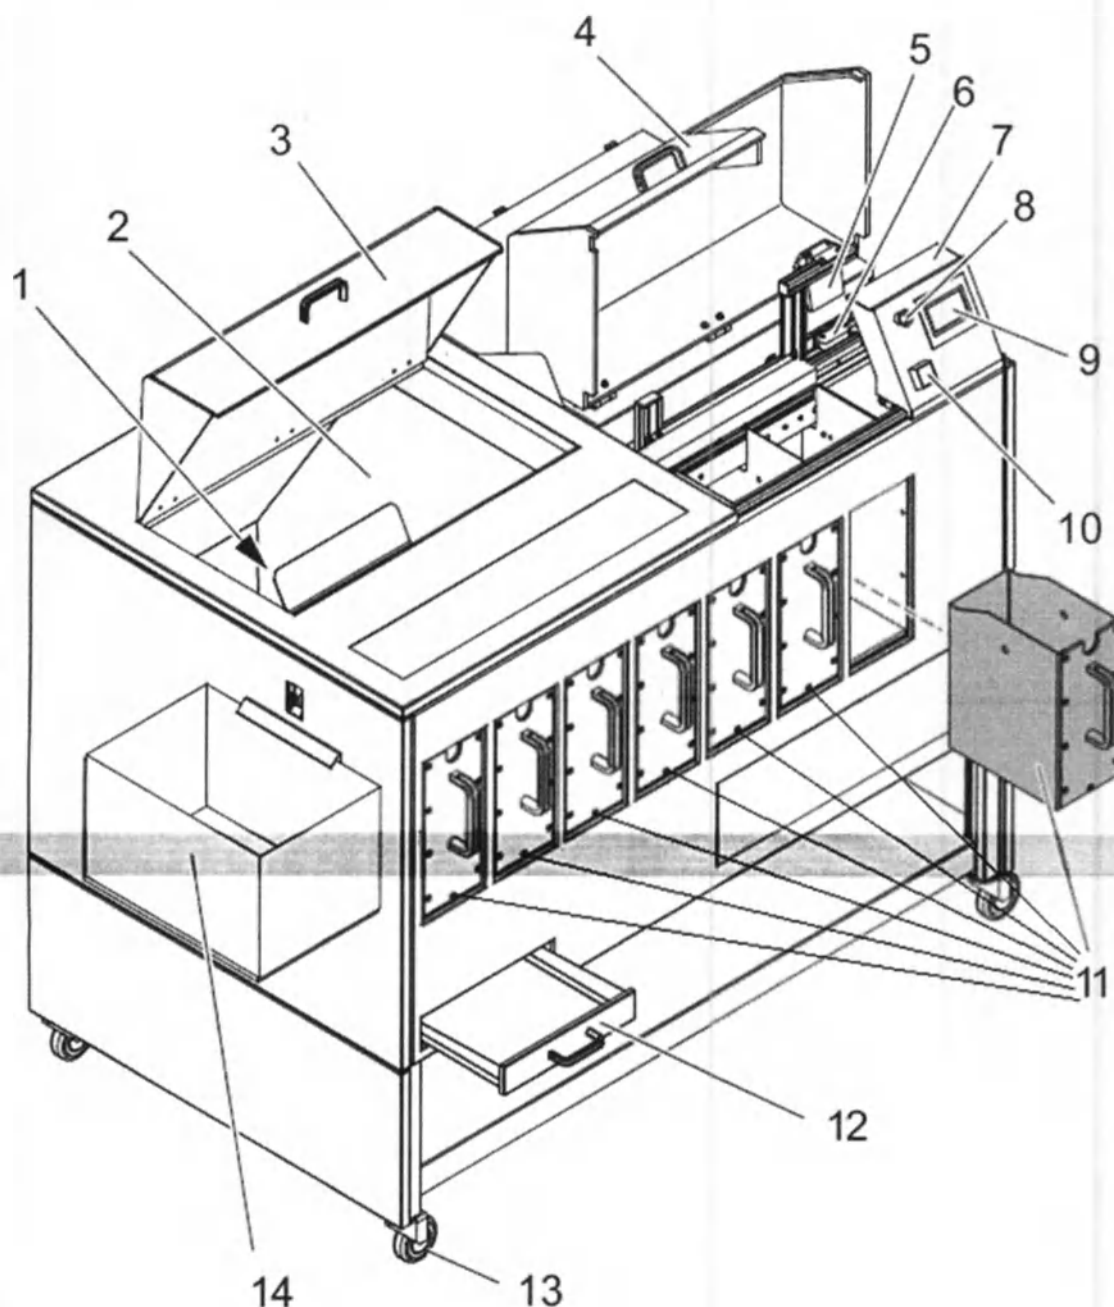

Рисунок 4.1. Конфигурация устройства
Крышка отсека для пробирок (рис. 4.1, (3)) защищает оператора от возможности проникновения внутрь отсека с пробирками и риска попадания частей тела в движущийся лестничный транспортер во время сортировки.
Крышка сортировочного отсека (рис. 4.1, (4)) не позволяет оператору касаться лент транспортера, каретки для пробирок и вращающего механизма и устраняет риск попадания частей тела в движущиеся части устройства во время сортировки.